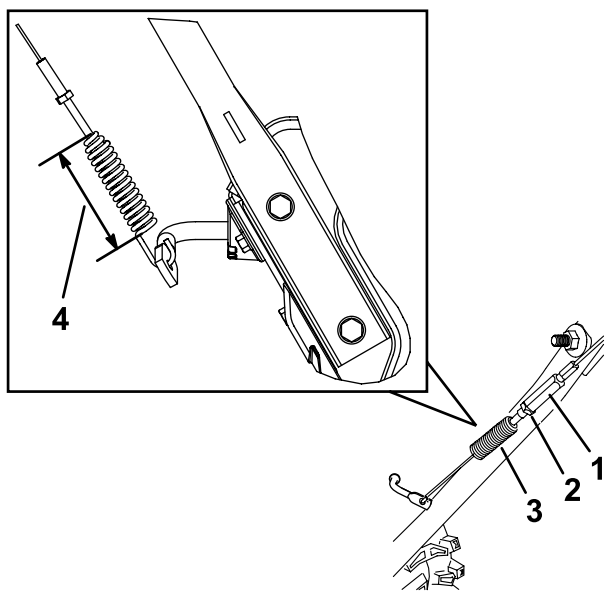

Figura 31
1. Slăbiți contrapiulița (Figura 31).
3. Strângeți sau slăbiți întinzătorul cu filet pentru a regla lungimea arcului la 6,6 cm, după cum este ilustrat în Figura 31.
4. Strângeți contrapiulița (Figura 31), asigurându-vă că în cablu este o tensiune redusă.